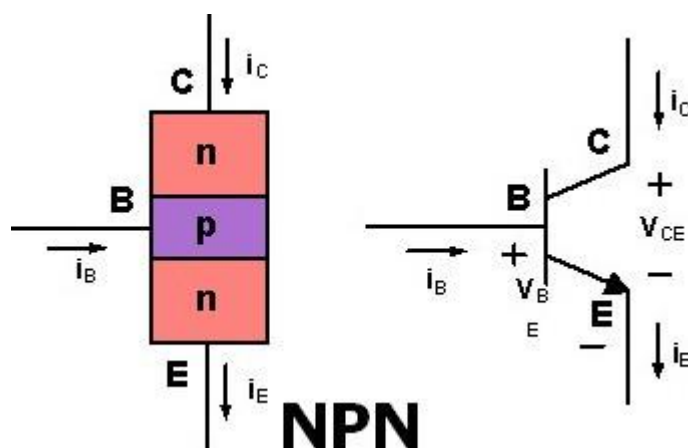

Figura 02 - Tensão e corrente NPN
- **Transistor NPN:** Recebe tensão positiva no terminal do coletor. Essa tensão positiva para o coletor permite que a corrente flua do coletor para o emissor, dado que existe uma corrente de base suficiente para ativar o transistor, figura 02.